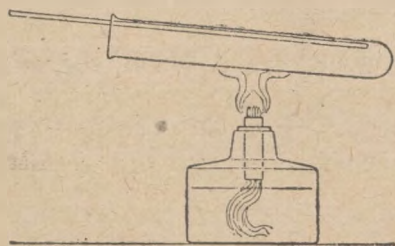

Рис. 88. Прогревание пробирки.
*Задача 5.* Прогрейте пробирку на лампочке, надев пробирку на стеклянную трубку или проволоку (рис. 88), а затем дайте пробирке вполне остыть. Это делается для того, чтобы удалить с поверхности стекла
рода влагу. Таким образом будет получаться водород достаточно чистый. К трубке *В* присоединена трубочка *Г*, укрепленная в зажиме штатива наклонно. Наклон должен быть такой, как на рис. 88. Если дать наклон больше, порошок из пробирки *Д* может сползть вниз.